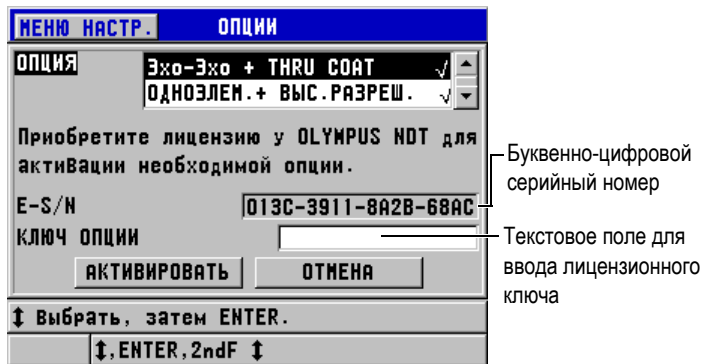

Рис. 6-1 Экран ОПЦИИ
2. В окне **СПЕЦ.МЕНЮ** (см. Рис. 4-2 на стр. 47) нажмите **ОПЦИИ** (см. Рис. 6-1 на стр. 75); 16-значный буквенно-цифровой серийный номер расположен в поле **E-S/N**.
4. В диалоговом окне **ОПЦИИ** (см. Рис. 6-1 на стр. 75):